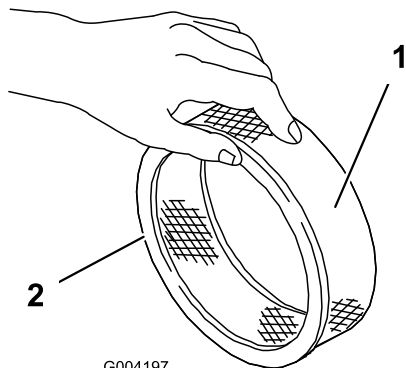

図 46
5. ペーパーフィルタに汚れや油汚れ、ゴムシールの傷がないか点検する(図 46)。
1. ペーパーエレメントにスポンジエレメントを注意深く取りつける(図 46)。